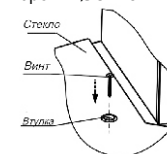

рис. 7
6.3 Крепление стекла для КВ «Аметист S4 60», «Аметист S4 90» (рис.7)